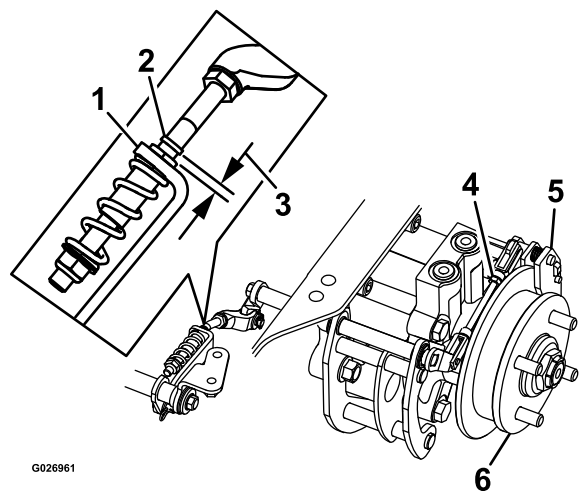

Figura 43
8. Compruebe si hay un espacio visible entre la escuadra y el tope del acoplamiento (ver Figura 43).